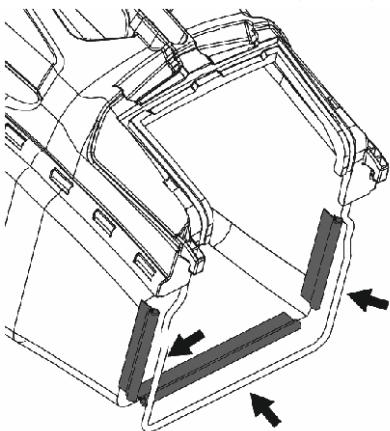

Рис. 7 Крепление нижней части травосборника
7. Закрепите нижнюю часть травосборника. Для этого защёлкните защёпки на рамке травосборника (Рис. 7).